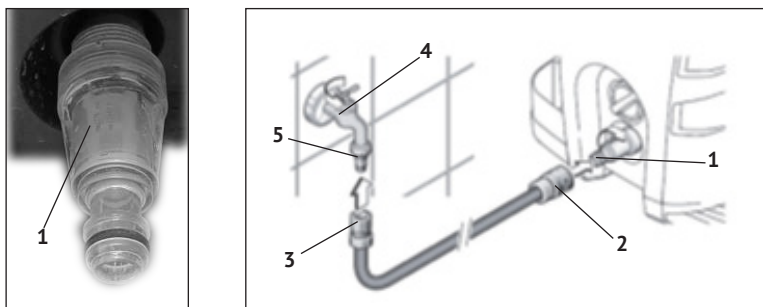

рис. 5
7.1.4 Подключение шланга подачи воды к входному штуцеру мойки (см. рис.5):
- сняв пластиковую заглушку, прикрутить к входному штуцеру коннектор с фильтром (рис.5 поз.1);
- установить переходник шланга (рис.4 поз.3) на переходник (рис.4 поз.5) водопроводного крана (рис.5 поз.4) – шланг и переходники в комплект поставки не входят;
- отключив подачу воды, соединить быстрозажимной переходник (рис.5 поз.2) шланга подачи воды с коннектором.